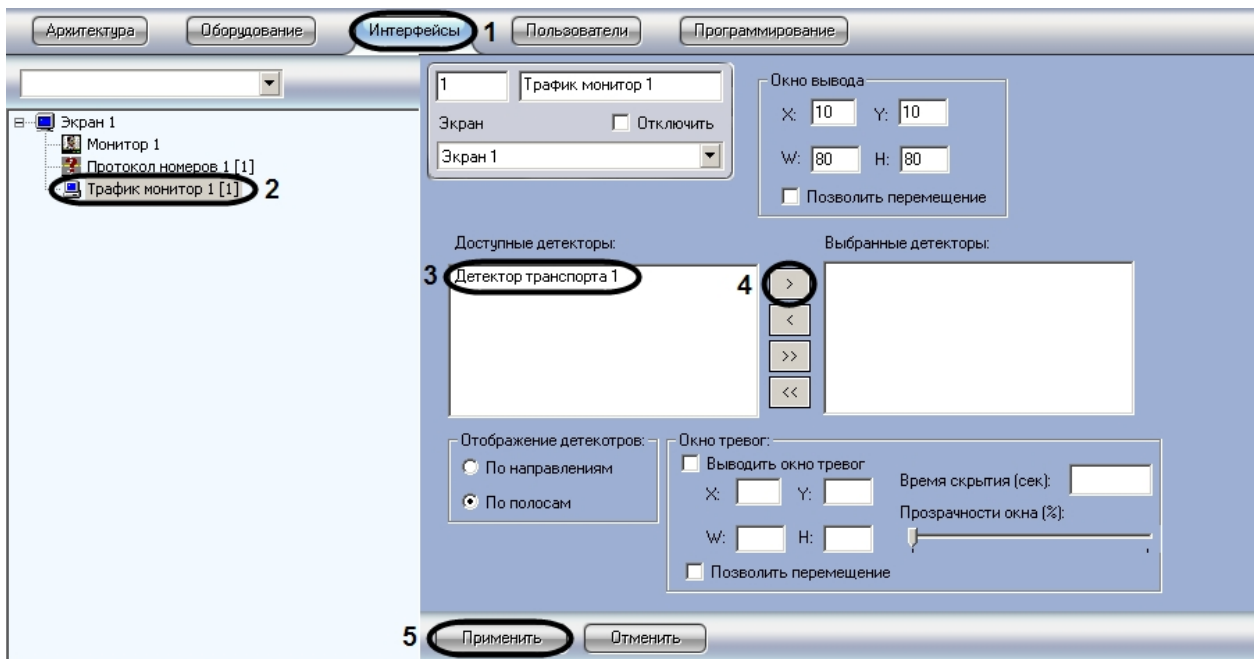

Рис. 97. Выбор детектора движения
1. Перейти на вкладку «Интерфейсы» диалогового окна «Настройка системы» (см. Рис. 97, 1).
2. Выбрать в дереве объект «Трафик монитор» (см. Рис. 97, 2).
3. Выбрать значение из списка в поле «Доступные детекторы» (см. Рис. 97, 3).
4. Нажать кнопку «>» для перемещения выбранного значения в список «Выбранные детекторы» (см. Рис. 97, 4).
5. Нажать кнопку «Применить» для сохранения настроек (см. Рис. 97, 5).